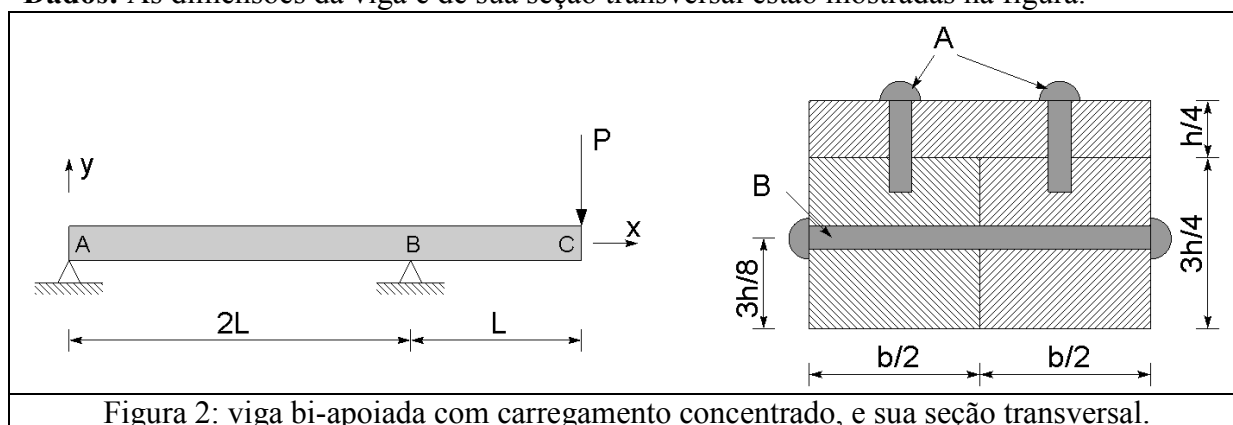

Figura 2: viga bi-apoiada com carregamento concentrado, e sua seção transversal.
Questão 2 (4,0 pontos): Uma viga bi-apoiada é sujeita a um carregamento concentrado P em sua extremidade. A viga é construída a partir de três peças ligadas por três pinos, conforme a seção transversal mostrada na Figura 2. Todos os pinos utilizados têm área A_p , resistem a uma tensão de cisalhamento τ_p , e estão espaçados entre si por uma distância L_p ao longo do eixo x . Identifique, entre os pinos (A) ou o pino (B), qual está sujeito ao maior esforço cisalhante, e determine o espaçamento L_p máximo em função dos demais parâmetros do problema. Admita que o espaçamento entre os pinos deva ser o mesmo ao longo de toda a viga.